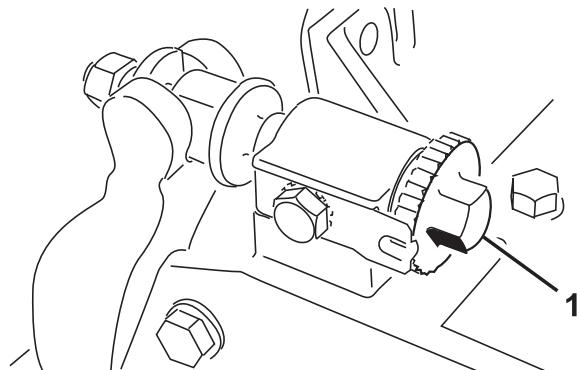
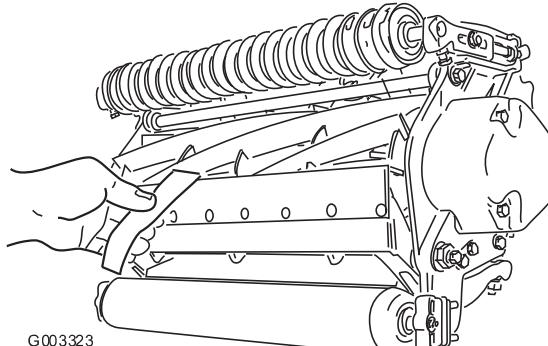

図 8
図 9
- ユニットを水平で平らな作業台の上に置く。ベッド・バー調整ネジを左に回して、リールと下刃の接触を完全になくす（図 8）。
- リールの左右いずれかの端を選び、リールと下刃の間に、長く切った新聞紙片を差し入れる（図 9）。リールをゆっくり前回転させながら下刃調整ネジ（図 8）を締め（新聞紙を入れた側の調整ネジを、1目盛りづつゆっくりと）、新聞紙を前から（ベッドナイフの上面に平行に）入れると軽く挟まれる程度に調整する。新聞紙を引き抜くのに軽い力が必要な程度でよい。
- 両側とも調整ができたら最終確認を行う：紙片をリールの前から差し込んだ時にははさむだけ、下から差し込むと切れるのが適切な調整である（図 9）。リールと下刃のごくわずかの接触で紙が切れなければいけない。接触を強くしないと切れない（リールが新聞紙を強く挟み込まないと切れない）場合には、鋭利な刃先を取り戻して精密なカットができるようにバックラップか研磨を行うことが必要である（Toroリール・モアとロータリー・モアのための研磨マニュアル Form No. 80-300PT を参照）。